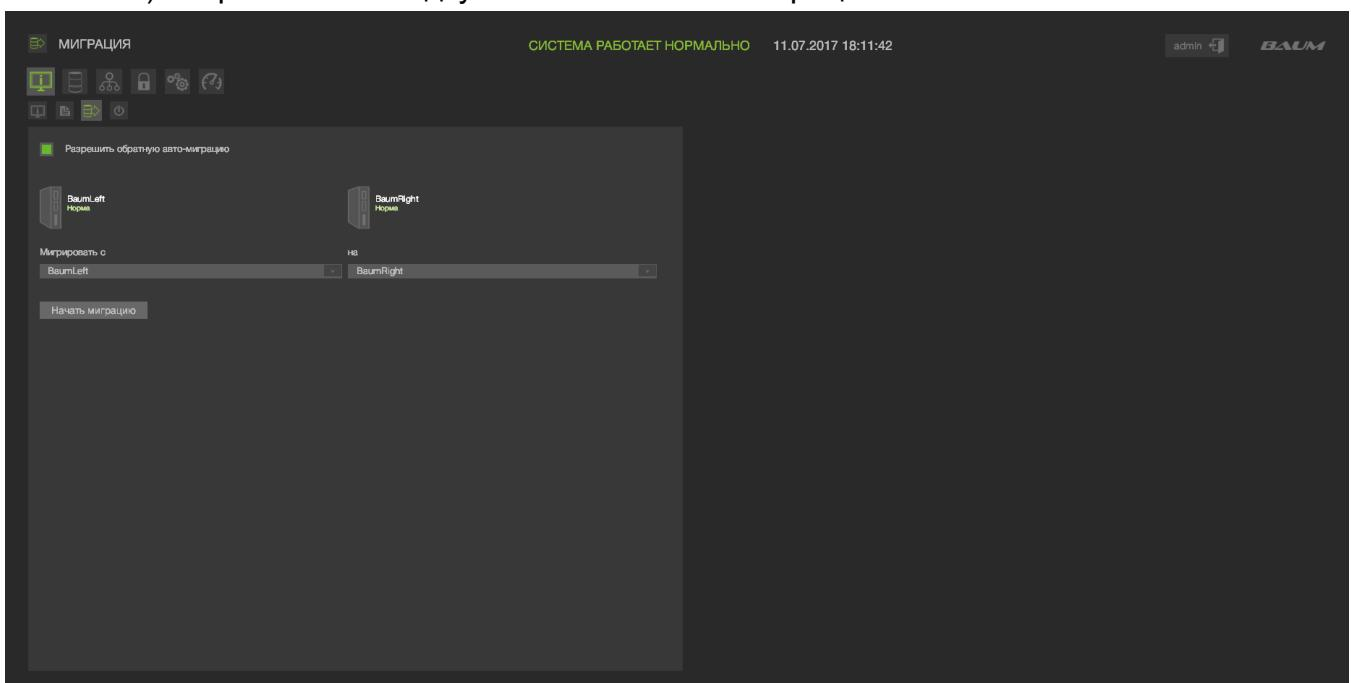

Рисунок 29 – Настройка миграции массива
- 4) Нажать на кнопку «Начать миграцию». При этом интерфейс блокируется на время выполнения операции (см. Рисунок 29).